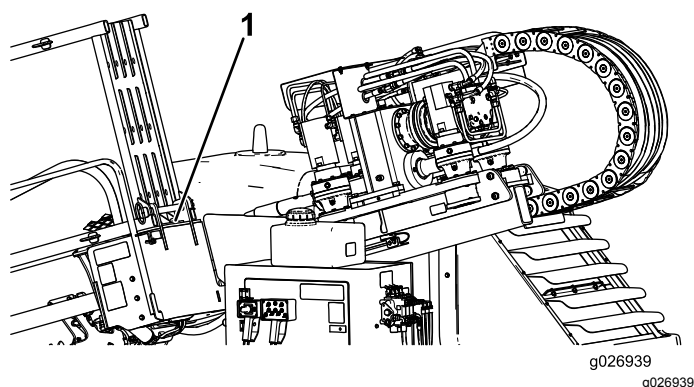

Рисунок 74
7. Храните замок гидроцилиндра в задней части держателя трубы (Рисунок 74).